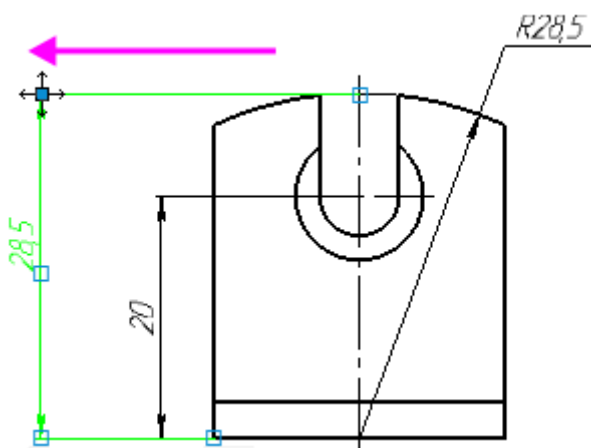

Рисунок 1
- Самостоятельно задайте размерным линиям нужное положение. При этом необязательно делать вид текущим.(рисунок 1)